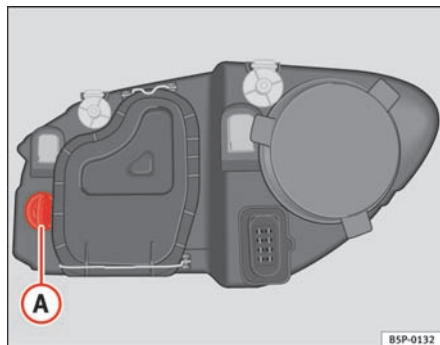

Fig. 180 Blinklygter
- Drej fatningen ⇒ fig. 180 (A) mod venstre, og træk i den.